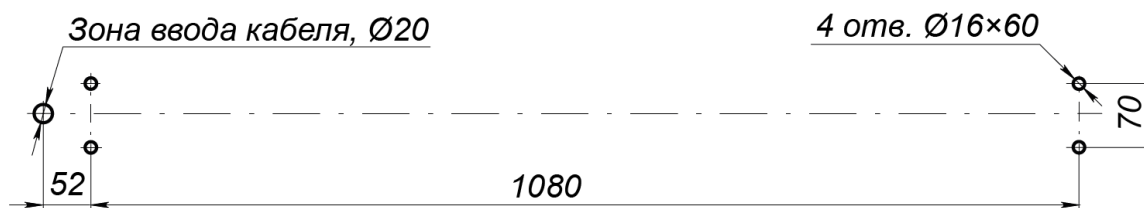

Рисунок 3. Схема разметки для установки калитки¹
2. В соответствии с рис. 3 выполните на установочной поверхности разметку и разделку отверстий под анкерные болты для монтажа калитки, а также выполните кабельный канал для подводки кабеля.